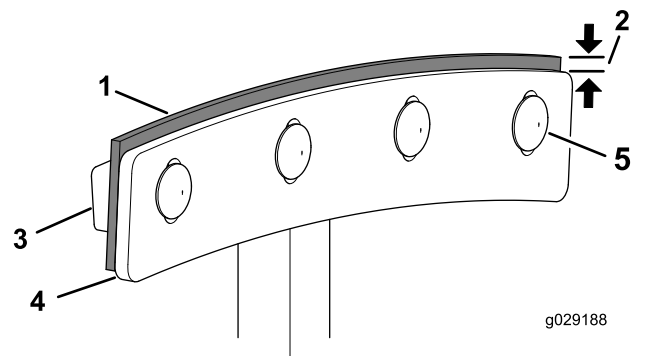

Figure 70
4. Desserrez les boulons de carrosserie et les contre-écrous à embase qui fixent la lame et le racloir à la pale (**Figure 70**).